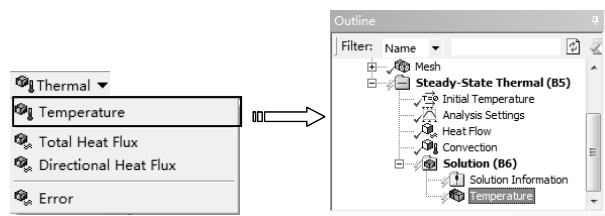

图 12-76 添加温度求解项
- 2) 求解温度。单击【Solution】工具栏上的【Thermal】|【Temperature】命令，此时在分析树中插入【Temperature】求解项，如图 12-76 所示。